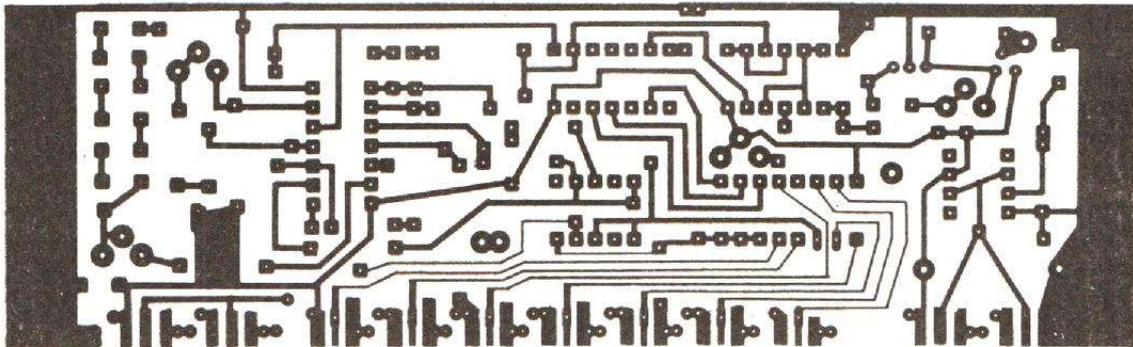

Fig. 9. - Circuit imprimé du codeur.
b) Le circuit imprimé (voir fig. 9)